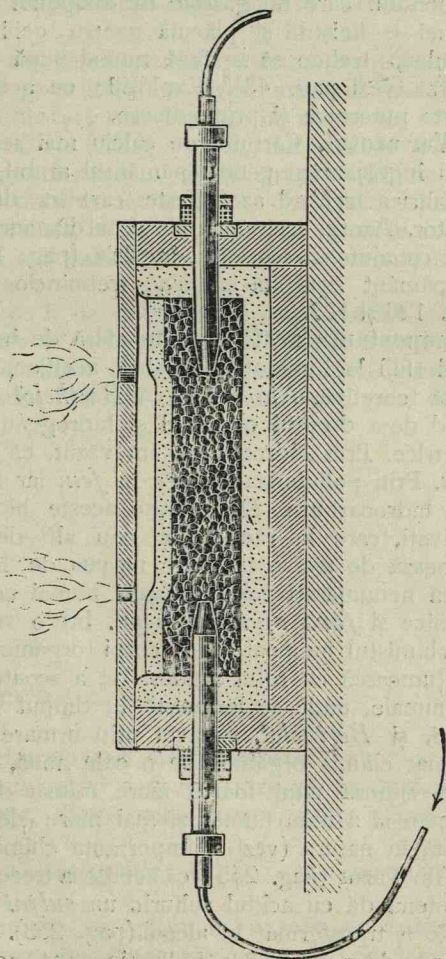

Fig. 215. Cup-tor electric pentru carbura de calciu.
**Carbura de calciu**  $\text{C}_2\text{Ca}$  sau **Carbidul** se fabrică prin încălzirea într'un cup-tor electric fig. 215, a unui amestec de var nestins și cărbune. La temperatura înaltă de  $3000^\circ$ , cărbunele reduce oxidul de calciu, iar calciul pus în libertate se combină cu cărbunele în exces dând carbura de calciu: